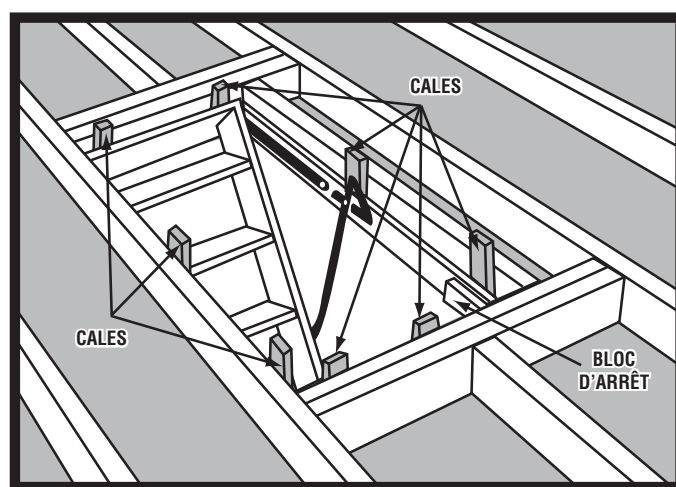

FIGURE 5
- Assurez-vous que l'échelle est bien d'équerre et de niveau dans l'ouverture brute. Si le cadre de l'échelle a travaillé pendant que l'échelle était en inventaire, des clous et des blocs de bois utilisés comme cales vont le redresser. Du cintrage est normal car les pièces en bois sont soumises à une forte tension de ressort pendant un certain temps entre l'achat et l'installation (Voir la FIGURE 5).